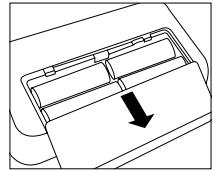

Fig. 1
■ Aprire il coperchio del vano batteria posto sulla parte inferiore del dispositivo (vedi fig. 1). Inserire le batterie (vedi capitolo 13 "Dati tecnici"). Prestare attenzione alla polarità ("+" e "-") durante l'inserimento. Richiudere il coperchio del vano batteria. Il dispositivo passa automaticamente in modalità Data / Ora e, al primo utilizzo, sul display viene visualizzata la cifra "31" per il giorno e la cifra "12" per il mese. La data impostata è quindi il 31 dicembre. Impostare quindi la data e l'ora, come descritto di seguito.